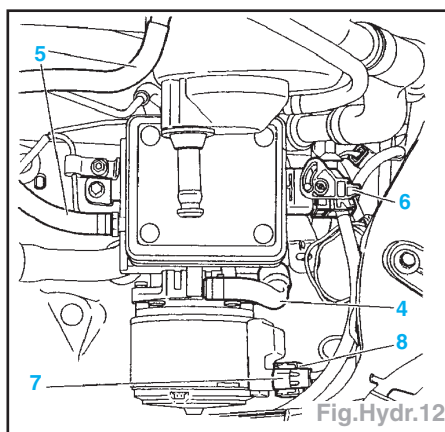

Fig.Hydr.12
- les écrous (3) et basculer le réservoir sur le coté.
- Désaccoupler les durits (4 et 5), déconnecter les connecteurs (6, 7 et 8) (Fig.Hydr.12).